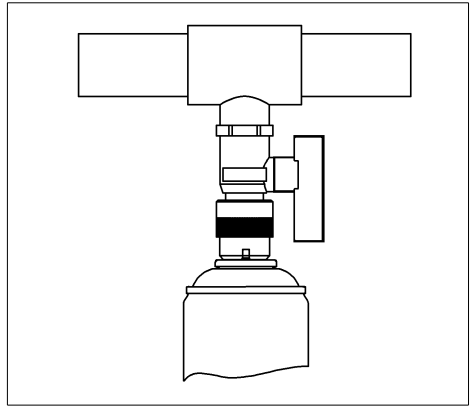

Fig. 4 : Vider l'aérosol de QUICK-DOS
- Actionner l'aérosol de QUICK-DOS jusqu'à ce que l'aérosol de QUICK-DOS soit vide (cf. fig. 4).